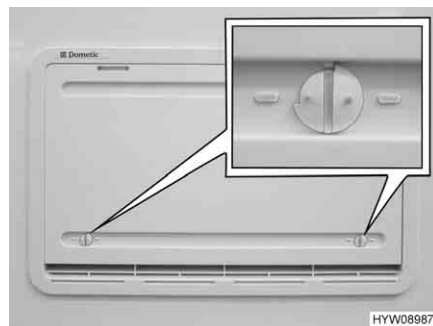

Fig. 175 Cubierta de invierno
Si el frigorífico ha de funcionar a temperaturas exteriores bajas, el fabricante recomienda la utilización de una cubierta de invierno (Fig. 175) para las rejillas de ventilación del frigorífico.
- Abrir ambos bloqueos (Fig. 175) (la ranura está en posición horizontal).